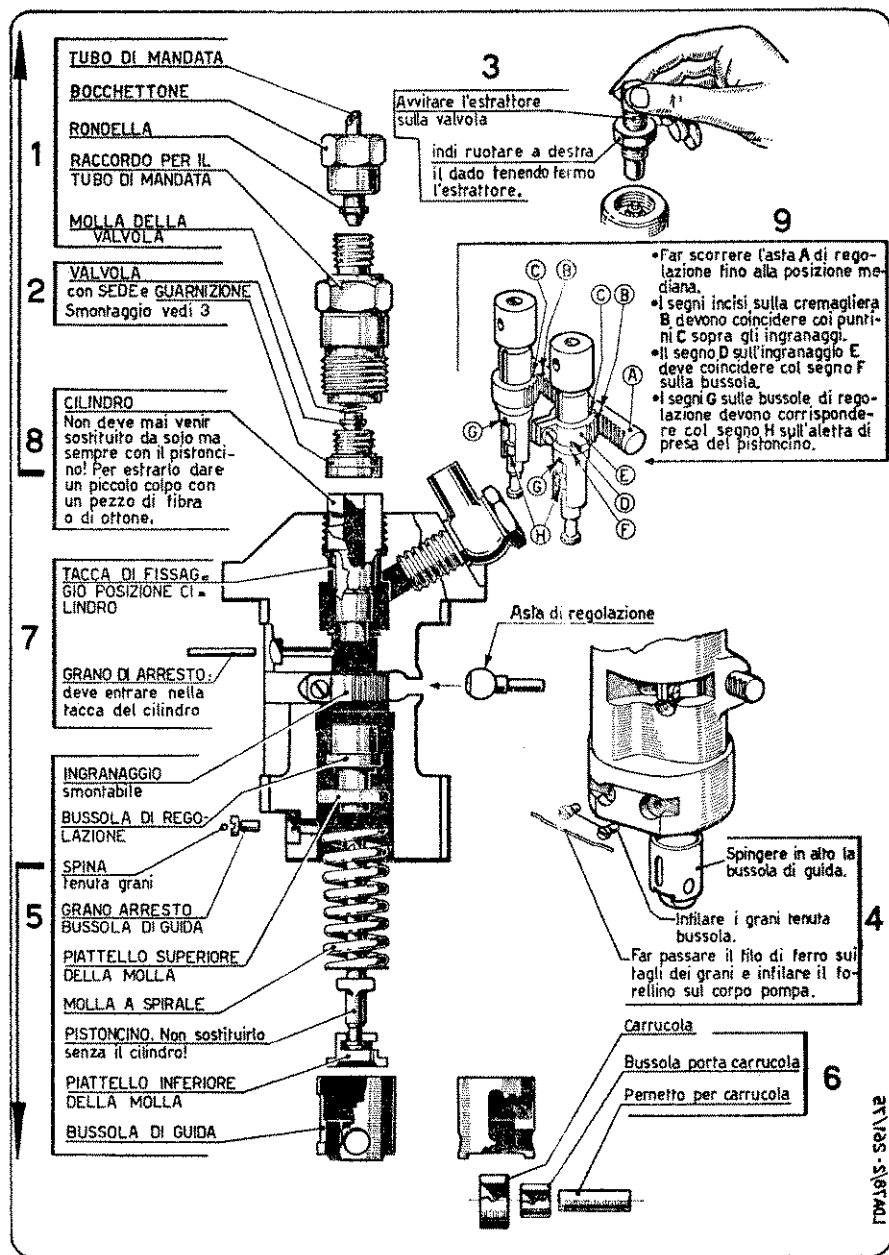

Fig. 1 - ISTRUZIONI PER LO SMONTAGGIO E RIMONTAGGIO DELLA POMPA INIEZIONE
A) Pompa iniezione. — E' del tipo Bosch, a due elementi ed è fissata in posizione inclinata in apposito alloggiamento del basamento. Le camme agiscono direttamente sui rullini dei pompanti. Per quanto riguarda le istruzioni per lo smontaggio e il rimontaggio degli elementi che compongono la pompa iniezione vedere fig. 1 a pag. 6.